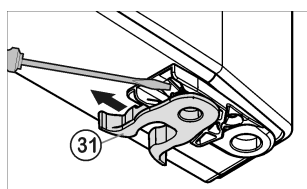

Fig. 6
- ▶ Извлеките опорный винт (22) с шайбой (23), вытягивая его вверх.
- ▶ Снимите пробку (21).
- ▶ Открутите (26) опорный кронштейн (25).
- ▶ Открутите (29) опорную деталь (28) и, переставив в отверстие на противоположной стороне опорного кронштейна, снова прикрутите.
- ▶ Осторожно снимите и переставьте на противоположную сторону крышку со стороны ручки (27) и винт (40).
- ▶ Снова прикрутите опорный кронштейн (25) на новой стороне шарнира (**с моментом 4 Нм**). При необходимости используйте аккумуляторный шуруповерт.
- ▶ Переставьте пробку (21) в свободное отверстие.
- ▶ Снова установите опорный палец (22) с шайбой. При этом фиксатор должен быть направлен назад.
- ▶ переставить пружинный зажим *Fig. 6 (31)*: Нажать вниз язычок защелки, снять с него пружинный зажим.